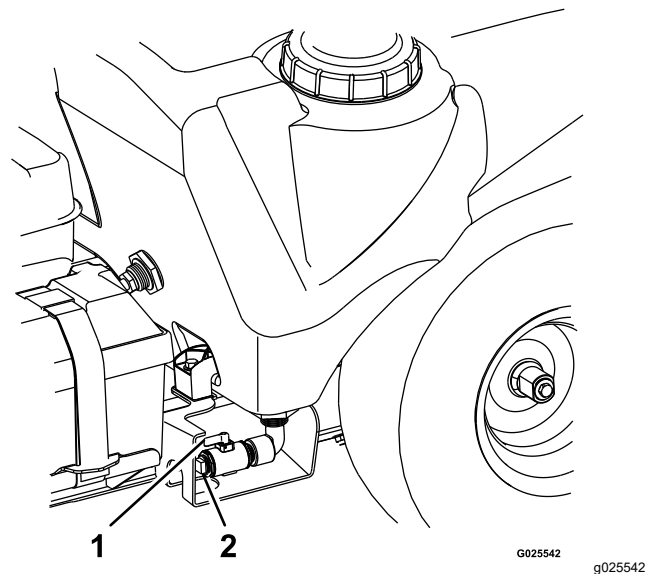

図 55
- 液剤タンクのプラグを外す 図 55。
- ハンドルを右に 90° 回転させて排出される液を回収する 図 55。
7. タンクのドレンバルブを閉じ、ドレンホースを外し、バルブにドレンプラグを取り付ける (図 55)。